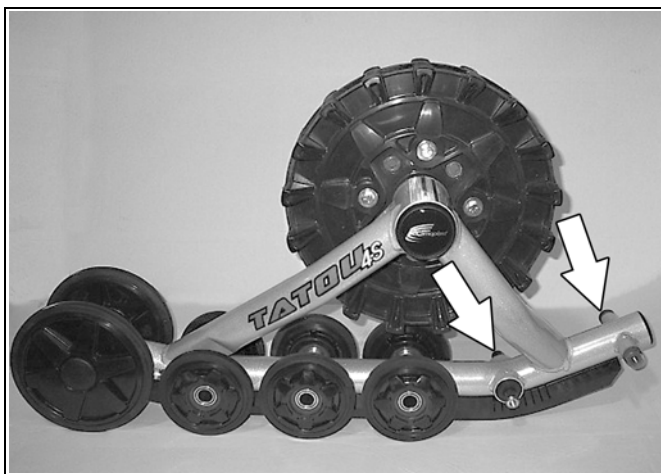

Abbildung 15
- Nehmen Sie die beiden 200-mm Laufräder, die am gegenüberliegenden Ende vom Kettenspanner angebracht sind, ab (siehe Abbildung 15).